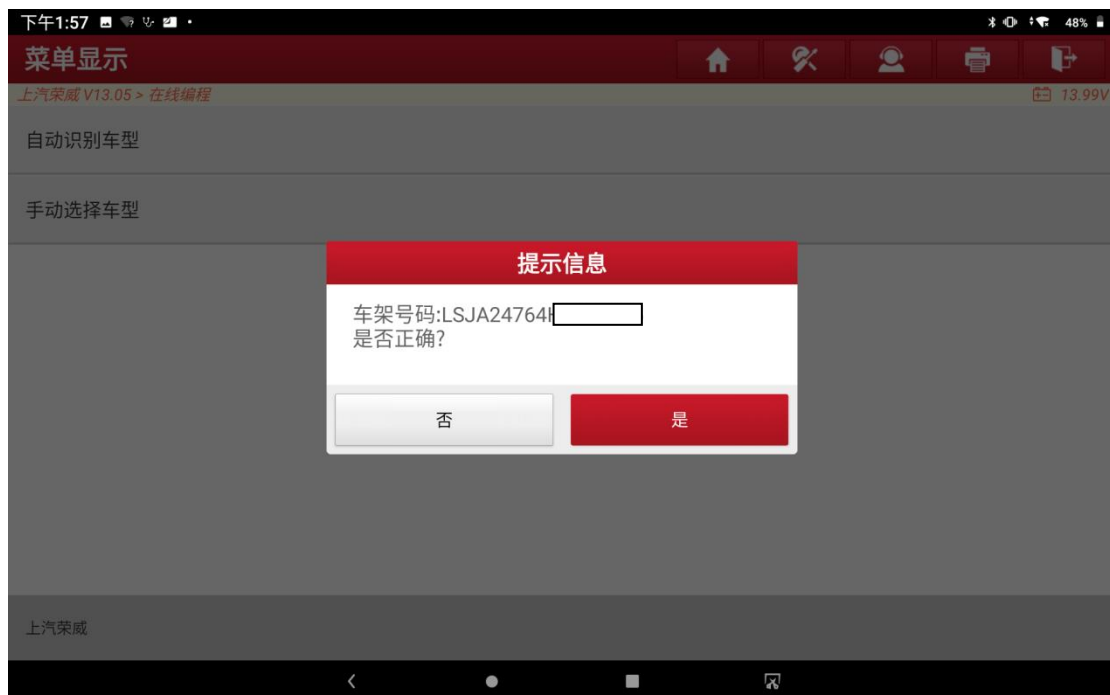

图 5
6. 确认当前读取的车架号信息和实际的车架号是否一致，一致选择“是”，不一致选择“否”会进入手动输入界面输入正确的车架号（图 5）